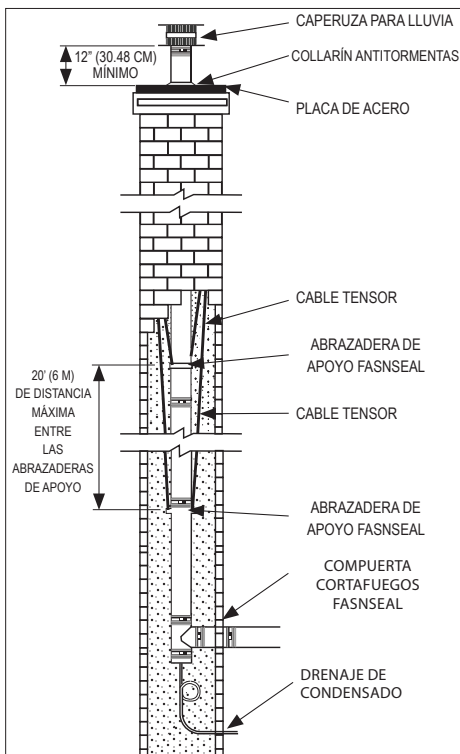
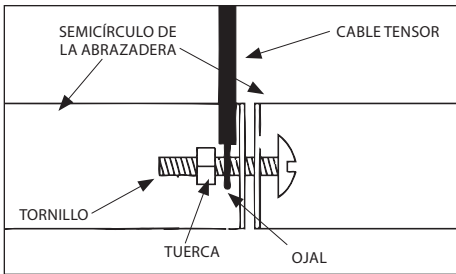

Figura 7
Figura 9
Brindar apoyo a una pila vertical FasNSeal a través de una chimenea de mampostería presenta una serie de desafíos que otras instalaciones verticales no necesitan enfrentar. El espacio estrecho y cerrado de una chimenea impide el acceso sencillo a la mayor parte del interior de la chimenea. Instalar soportes para pared u otros tipos de apoyo puede ser prácticamente imposible. Como método alternativo para brindar apoyo a instalaciones que atraviesan una chimenea de mampostería, se puede usar una serie de cables tensores y abrazaderas de apoyo FasNSeal. Consulte la *Figura 7* para ver una instalación típica. Es fundamental usar abrazaderas suficientes y los refuerzos adecuados para brindar apoyo de manera segura al peso de toda la pila vertical.
2. Instale una abrazadera de apoyo FasNSeal en la base de la pila de la ventilación. La primera abrazadera de apoyo debe ubicarse directamente por debajo de la junta superior en la longitud de ventilación más recto inferior (**Figura 7**). Consulte la **Figura 9** para conocer el método adecuado de fijar los cables tensores a la abrazadera de apoyo FasNSeal. No fije el cable entre los semicírculos de la abrazadera. Si lo hace, impedirá que la abrazadera sujete la pila de ventilación de manera adecuada.